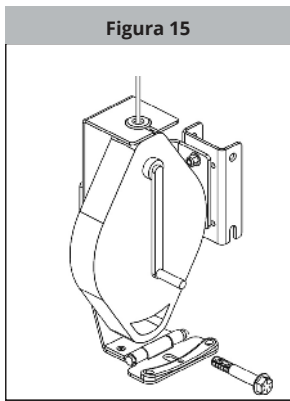

Figura 15
3. Alinee el orificio de la SRL-R con la abertura circular en el soporte e insértelo a través del soporte como se muestra en la Figura 15.